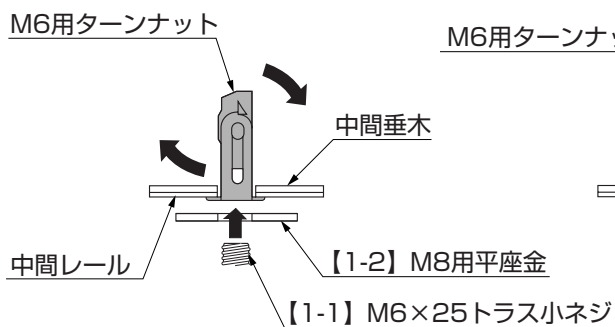
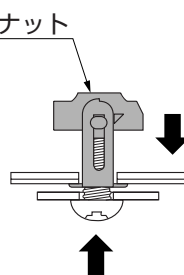

図2-2
図2-3
③【1-2】を通した【1-1】をM6用ターンナットに差込んでください。(図2-2、図2-3参照)